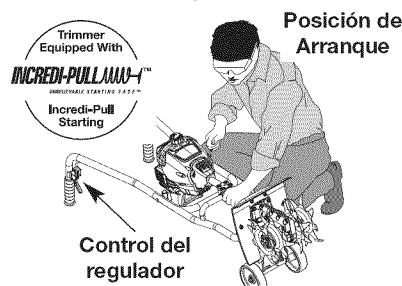

Fig. 8
4. Colóquese en la posición de arranque (Fig. 8) y hale el cordón de arranque con energía hasta que el motor arranque. Espera 10 a 15 segundos, entonces exprima la válvula reguladora para controlar el corte o la velocidad que sopla.